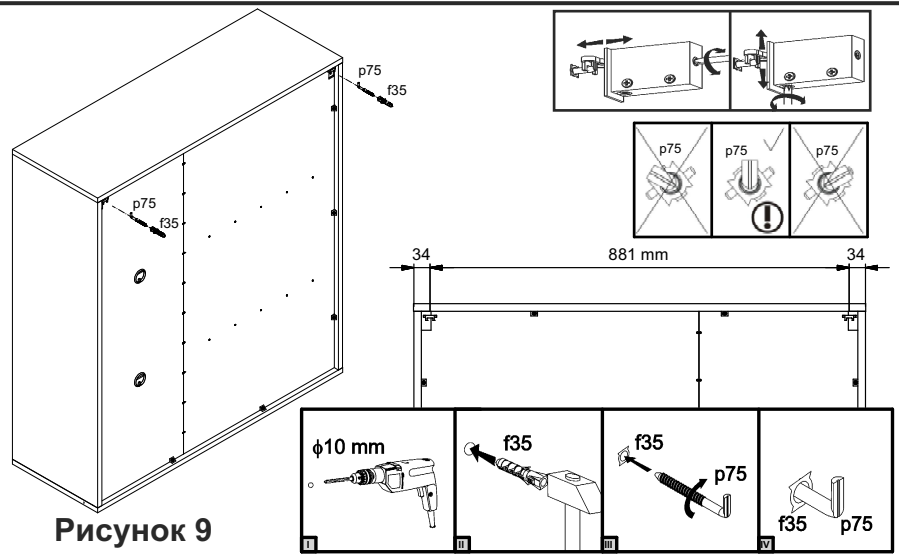

Рисунок 9
- Для навешивания изделия на стене с помощью карандаша и линейки разметить отверстия, как показано на рис. 9.
- В стене просверлить отверстия $\text{Ø}10 \text{ мм}$ (см. рис. 9). **ВНИМАНИЕ!** Во избежание травматизма при проведении операции сверления будьте внимательны и осторожны.
- Вбить в отверстия в стене пластмассовые дюбеля **f35** (см.рис. 9).
- Навесить шкаф на крючки **p75**. При необходимости отрегулировать положение изделия с помощью отвертки (см. рис. 9).